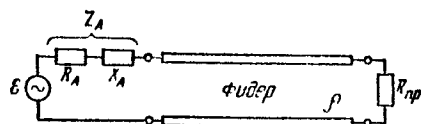
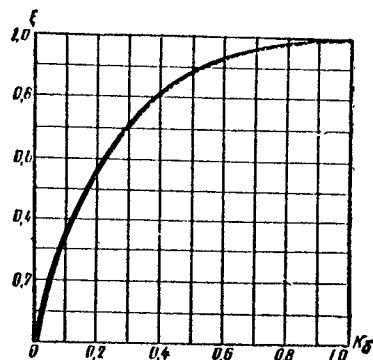

Рис. 1
Рис. 2
На рис.1 показана схема сопряжения селектора СК-Д-1. В левом по схеме положении переключателя S1 напряжение +150 В
На рис.2 приведена схема сопряжения дециметрового селектора каналов СК-Д-22. От схемы, показанной на рис.1, она отличается наличием узла электронной настройки селектора, который содержит стабилизатор напряжения +30 В, собранный на резисторе R8, стабилитронах VD3, VD4 и VD5 и конденсаторе C2. Стабилизированное напряжение +30 В подается на делитель напряжения из резисторов R9, R10, R11. Переменный резистор R10 устанавливается на передней панели телевизора для настройки дециметрового селектора на нужный канал. Его средний вывод подключается к выводу СК-Д-22 Увар. По такой же схеме собирается схема сопряжения для дециметрового селектора каналов типа СК-Д-24.
Селектор СК-Д-30 отличается тем, что в его комплект входит плата настройки селектора, содержащая стабилизатор напряжения и делитель с переменным резистором. На эту плату необходимо подать с телевизора напряжение +150 В. Поэтому для сопряжения с селектором этого типа пригодна схема, показанная на рис.1, с дополнительным проводом, который показан на схеме пунктирной линией. По этому проводу на плату настройки СК-Д-30 поступает напряжение +150 В в правом по схеме положении переключателя S1.
По отношению к телевизионному приемнику антенна является источником сигналов с электродвижущей силой E и внутренним сопротивлением, равным ее входному сопротивлению $Z_A = R_A + jX_A$ (рис. 1). От антенны на вход телевизионного приемника поступает сигнал, максимальная мощность которого равна:
Зависимость коэффициента согласования антенны с фидером от коэффициента бегущей волны (КБВ) показана на рис. 2.
Из рис. 2 и формулы (1) следует, что для получения достаточной мощности сигнала на входе телевизора не обязательно требовать полного согласования антенны с фидером ($k_B=1$). Вполне допустимым можно считать снижение КБВ до 0,5, что соответствует снижению мощности сигнала на 11 % по сравнению с максимальной ($\xi=0,89$).